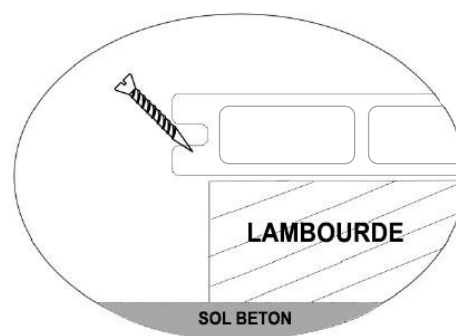

Figure 4
3. Placer une vis inox fournie dans le trou comme indique sur les schémas Figure 4